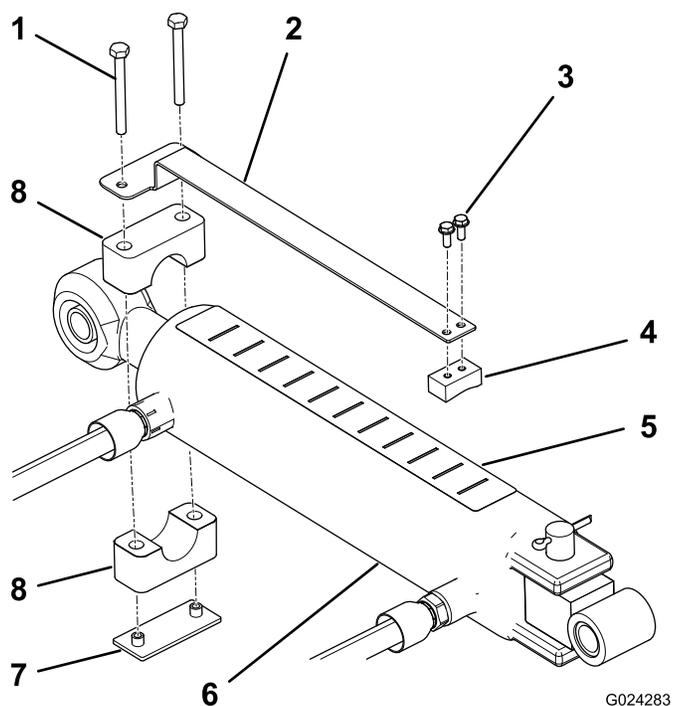

Рисунок 8
1. Закрепите глубиномер на плоской стороне сухаря двумя винтами с головкой под шлиц (№ 10 x ½ дюйма), расположив компоненты, как показано на **Рисунок 8**.
2. С помощью трубного зажима, сварной планки и 2 винтов на (¼ x 2½ дюйма) свободно закрепите глубиномер на ухе штока цилиндра верхней тяги (**Рисунок 8**). Убедитесь, что зажимы достаточно свободны, чтобы их можно было повернуть в требуемое положение.
4. Установите наклейку со шкалой глубины на верхнюю поверхность цилиндра в таком месте, чтобы она была хорошо видна оператору и не закрывалась гидравлическими шлангами (**Рисунок 8**).